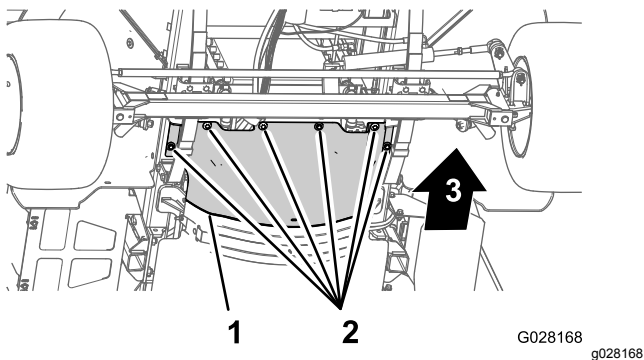

Figure 3
3. Retirez les 6 boulons à tête hexagonale et les 6 rondelles qui fixent l'écran pare-chaleur avant au châssis et déposez l'écran (Figure 3).